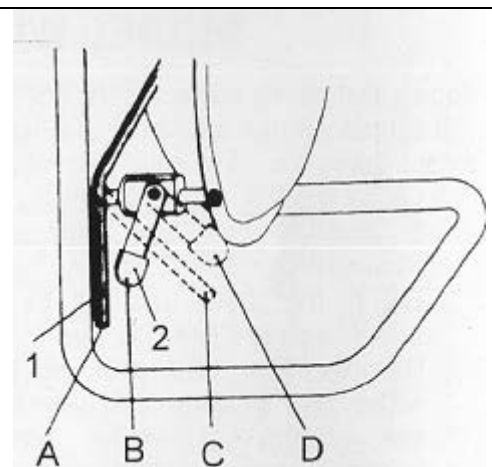

Рисунок 10. Рычаг включения насоса.
4. Для начала закачки используйте рычаг (рисунок 10, номер 2):
2. В баке создается большее давление, так что вы сможете использовать до трех видов насадок (насадки под заказ) и будете иметь возможность проводить обработку при ветреных условиях. Для запуска насоса используйте рычаг (рисунок 10, номер 2).
Для переключения используйте рычаг (рисунок 10, номер 1).